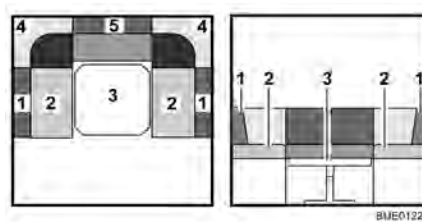

Fig. 84 Durante la trasformazione
- Rimuovere tutti i cuscini dello schienale (Fig. 84,1, 4 e 5) e riporli.